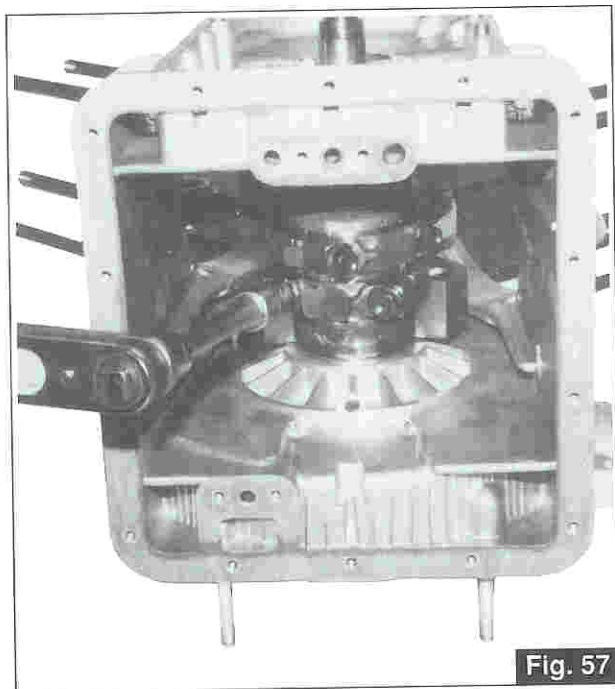

Fig. 57
- Dall'interno del basamento svitare le viti di accoppiamento delle bielle e togliere le bielle stesse. Al successivo rimontaggio dato l'elevato carico e le sollecitazioni alle quali sono sottoposte, dette viti dovranno essere sostituite con viti nuove. Bloccare alla coppia di serraggio di Kgm 6,1÷6,6 (Fig. 57).
- Unscrew the con-rod screws from inside the crankcase and remove the connecting rods. These screws are exposed to considerable load and stress and must be replaced with new ones when reassembling. Torque up to 6.1÷6.6 Kgm (Fig. 57).